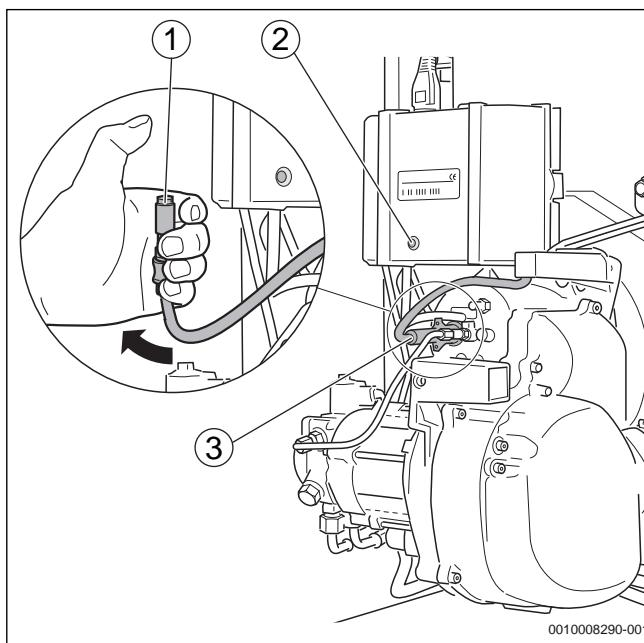

Рис. 43 Проверка работы датчика пламени
- ▶ При работающей горелке выньте датчик пламени из крепления за предусмотренную для этого ручку (→рис. 43, [3]).
- ▶ Держите датчик против света (→рис. 43, [1]). После повторного пуска должно произойти выключение из-за неисправности.
- ▶ По истечении времени ожидания, составляющего примерно 30 секунд, нажмите кнопку Reset (→рис. 43, [2]) для разблокировки автомата горения или кнопку Reset на системе управления.